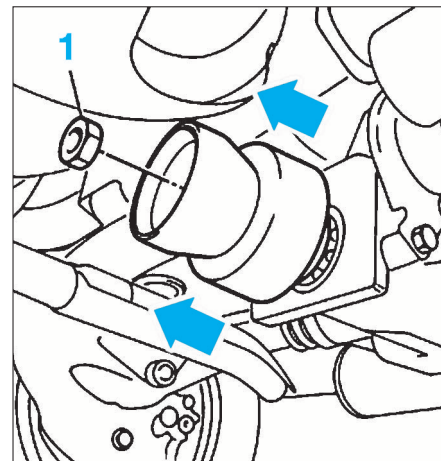

FIG. 19
- Déposer l'écrou (1) (Fig.19).